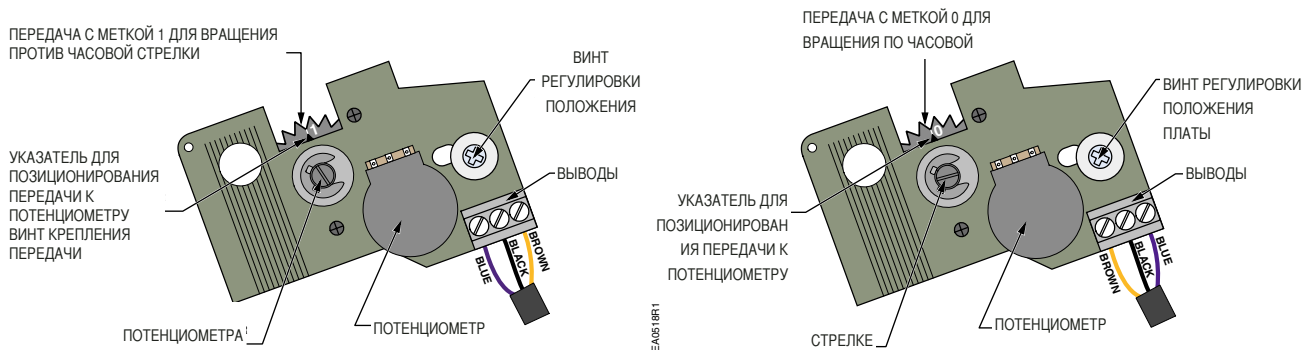

Рис. 17. Изменение направления вращения на плате потенциометра ASZ.
5. См. Рис. 17. Отключите синий и коричневый провода от выводов, расположенных на плате потенциометра ASZ....
9. См. Рис.17. Отпустите черный винт крепления передачи потенциометра приблизительно на один оборот. Осторожно вставьте небольшую отвертку между передачей потенциометра и серой пластиковой крышкой. Осторожно поворачивайте отвертку до тех пор, пока передаточный механизм потенциометра не выйдет из сцепления с валом барабана.